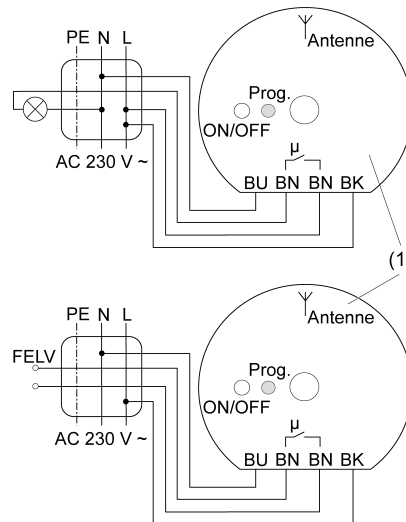

Bild 3
- Schalt-/Tastaktor (1) gemäß Anschlussplan (Bild 3) mit Leuchtenklemmen (siehe Leuchtenklemmen verwenden) anschließen.